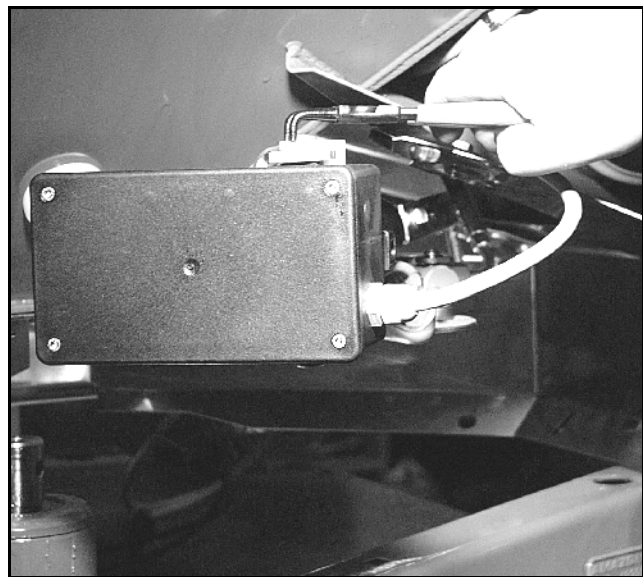

Fig. 5
- De beide borgclips (Fig. 5/1) met een punttang (Fig. 5/2) verwijderen.